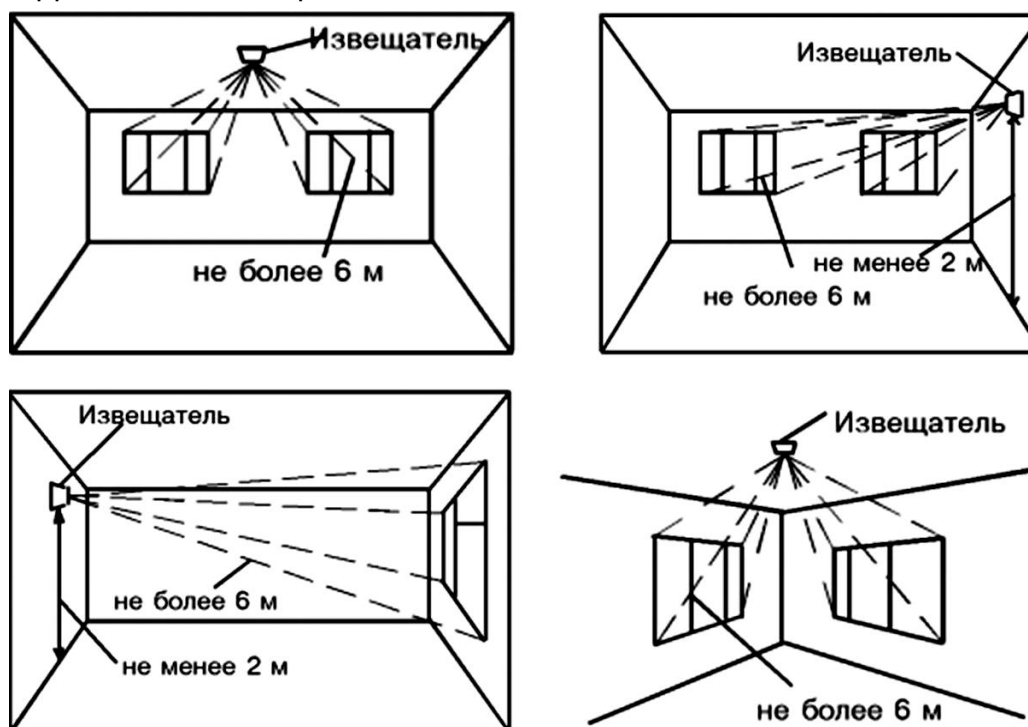

Рисунок 2.7 — Примеры правильной установки извещателя
- высота установки должна составлять не менее 2 м (рис. 2.7);
- расстояние от извещателя до самой удалённой точки охраняемого стекла должно быть не более 6 м (рис. 2.7).